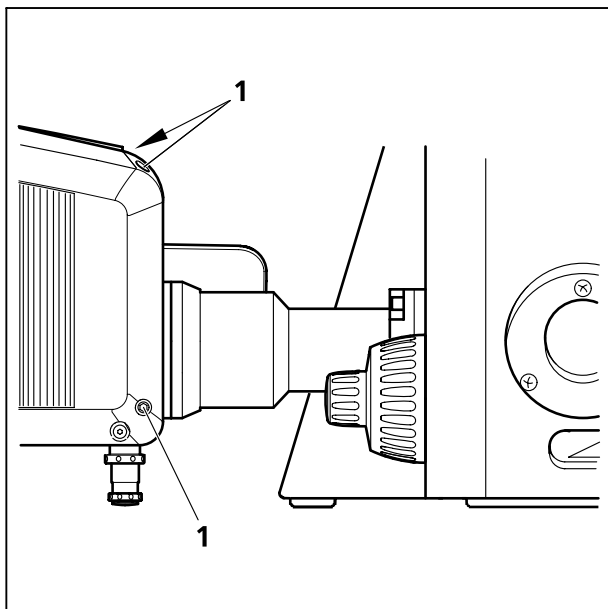
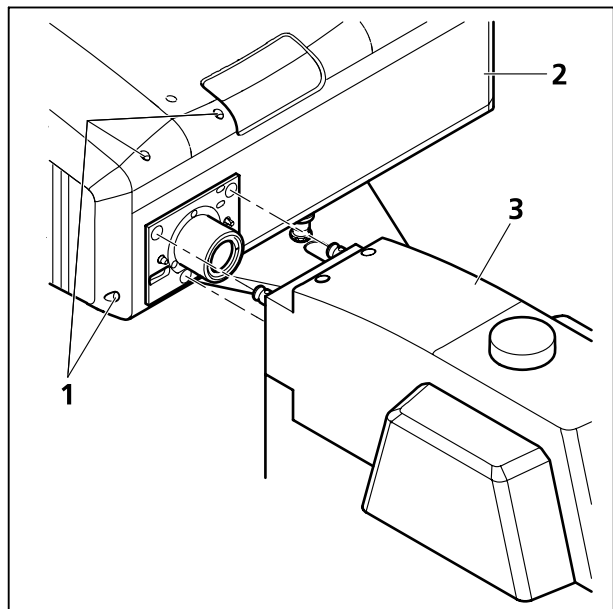

Fig. 1-20 Unión de puertos entre LSM y Axio Observer.Z1
Fig. 1-21 Unión de puertos entre LSM y Axio Examiner resp. Axio Imager.Z2
- Afloje los tres tornillos de fijación en el LSM 780 / 710 (Fig. 1-20/1 y Fig. 1-21/1).
- Retire lentamente el módulo de barrido (Fig. 1-21/2) del puerto del microscopio resp. del tubo (Fig. 1-21/3).
- Apriete los tres tornillos de fijación en el LSM 780 / 710 (Fig. 1-20/1 y Fig. 1-21/1).